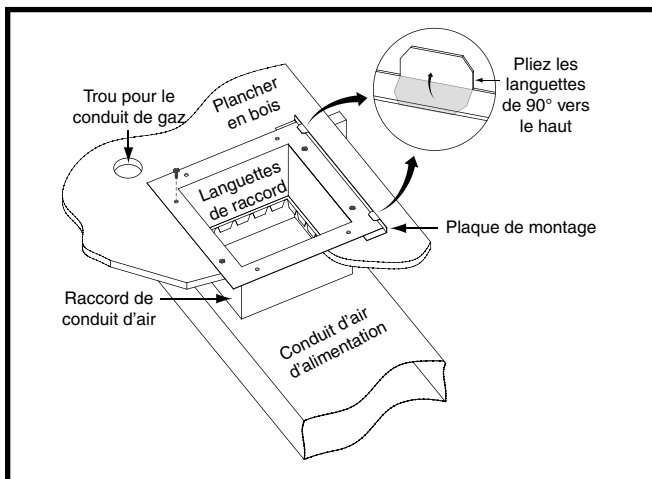

Figure 8. Raccord de conduit standard installé
- Marquez l'emplacement de l'ouverture du conduit d'alimentation en air en tirant un trait autour des languettes du raccord de conduit. Consultez la Figure 8 \(page 7\).
- Installez la plaque de montage en option sous la face arrière du connecteur de conduit comme illustré sur Figure 8. Alignées les trous de vis des deux composantes.